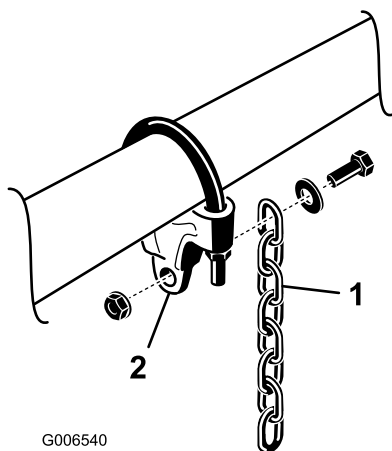

Figure 7
7. Montez une chaîne de levage sur chaque support de chaîne avec une vis, une rondelle et un écrou, en positionnant l'ensemble comme illustré à la Figure 7.